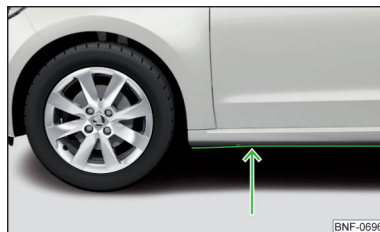

Fig. 124
- Inden du kører gennem vand, skal du finde ud af, hvor dybt det er. Vandstanden må maksimalt nå op til panelets nederste kant » Fig. 124.